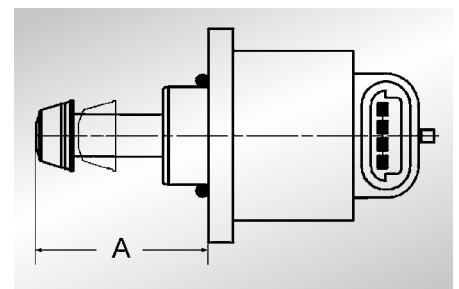

Abb. 5: A – Einstellmaß für den behelfsmäßigen Einbau 35 bis 36 mm
- Stellkegel des Schrittmotors vorsichtig (ohne Gewaltanwendung) soweit herausziehen, bis das Maß „A“, Abb. 5 erreicht ist (nicht vollständig herausziehen).